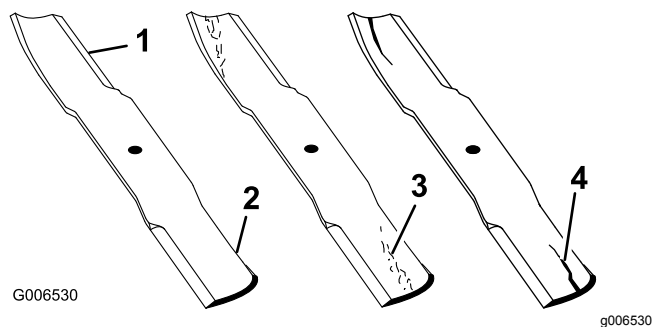

Figure 61
2. Examinez le tranchant des lames (Figure 61).
4. Inspectez les lames, surtout la partie relevée (Figure 61).
5. Remplacez immédiatement toute lame endommagée, usée ou qui présente une entaille (Figure 61).